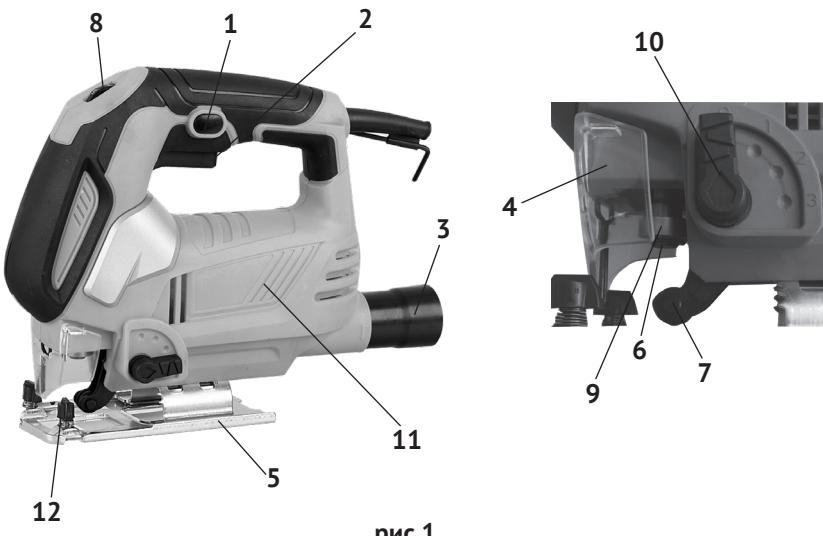

рис.1
1.6 Общий вид лобзика представлен на рис.1
1.7 Коллекторный двигатель и приводной механизм лобзика расположены в пластиковом корпусе (рис.1 поз.11). Корпус, состоящий из двух половин (правой и левой), выполнен заодно с рукояткой, расположенной сверху. Крутящий момент с якоря электродвигателя, посредством встроенного эксцентрикового механизма преобразуется в возвратно-поступательное движение верхней направляющей штока. На нижней направляющей штока расположен пилодержатель (рис.1 поз.6), в который крепится пилка. Лобзик имеет Т – образное крепление пилок. Переключатель маятникового хода (рис.1 поз.10) имеет 4-е фиксированных положения: «0» - вертикальное пиление, «1», «2», «3» - всё более увеличивающееся отклонение от вертикали. Маятниковый ход в режимах «1», «2», «3» применяется для улучшения эффективности резания мягких (древесина, пластмасса и т.п.) материалов.
В нижней части опорной плиты (рис.1 поз.5) находятся два винта (головка – внутренний шестигранник). Ослабляя эти винты, устанавливаем боковой наклон корпуса лобзика относительно подошвы (до 45° вправо или влево).
1.8 Клавиша выключателя (рис.1 поз.2) расположена в нижней части руко-
ятки. Включение лобзика осуществляется нажатием на клавишу выключателя указательным пальцем. Фиксация клавиши в рабочем положении, осуществляется кнопкой (рис.1 поз.1), расположенной слева на рукоятке. При повторном нажатии на клавишу, кнопка фиксации и клавиша (со щелчком) возвращается в исходное положение - выключено.
Диск регулятора скорости (рис.1 поз.8) расположен сверху, в передней части рукоятки. С его помощью устанавливается необходимая скорость хода пильного полотна.
1.9 В комплект поставки входит параллельный упор с метрической разметкой. Упор крепится в пазах регулируемой подошвы двумя винтами (рис.1 поз.12) перед пилкой. Выставив упор (справа или слева от лобзика), на отмеченном по шкале расстоянии, можно проводить рез, параллельно краю заготовки.
- поднять вверх пластиковый защитный кожух (рис.1 поз.4);
- повернув вокруг своей оси втулку (рис.1 поз.9), снять с фиксации пилодержатель (рис.1 поз.6);
- вставить снизу пилку (зубцами вперёд) в пилодержатель (рис.1 поз.6) так, чтобы задняя часть полотна попала в паз направляющего ролика (рис.1 поз.7);
- для удаления пыли из зоны резания используйте пылесос, присоединив его к патрубку пылеотвода (рис.1 поз.3);
При выборе скорости движения пильного полотна необходимо оценить материал заготовки. Чем твёрже распиливаемый материал, тем ниже должна быть скорость, устанавливаемая регулятором (рис.1 поз.8).